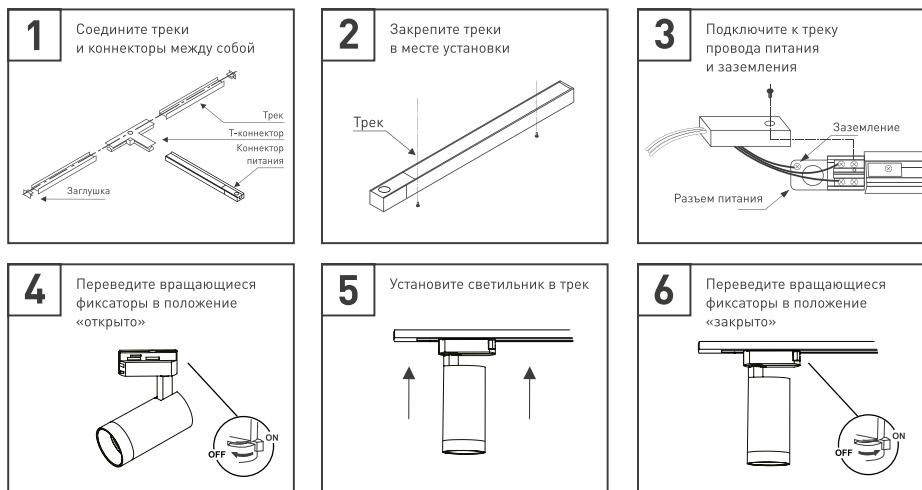

Рис. 2. Установка и подключение светильника
- 3.4. На коннекторе питания открутите винт и снимите крышку. Подсоедините провода, подводящие питание, к винтовым клеммам согласно схеме на рис. 2. Используйте 3-жильный кабель. Обязательно подключите защитное заземление к клемме GND.